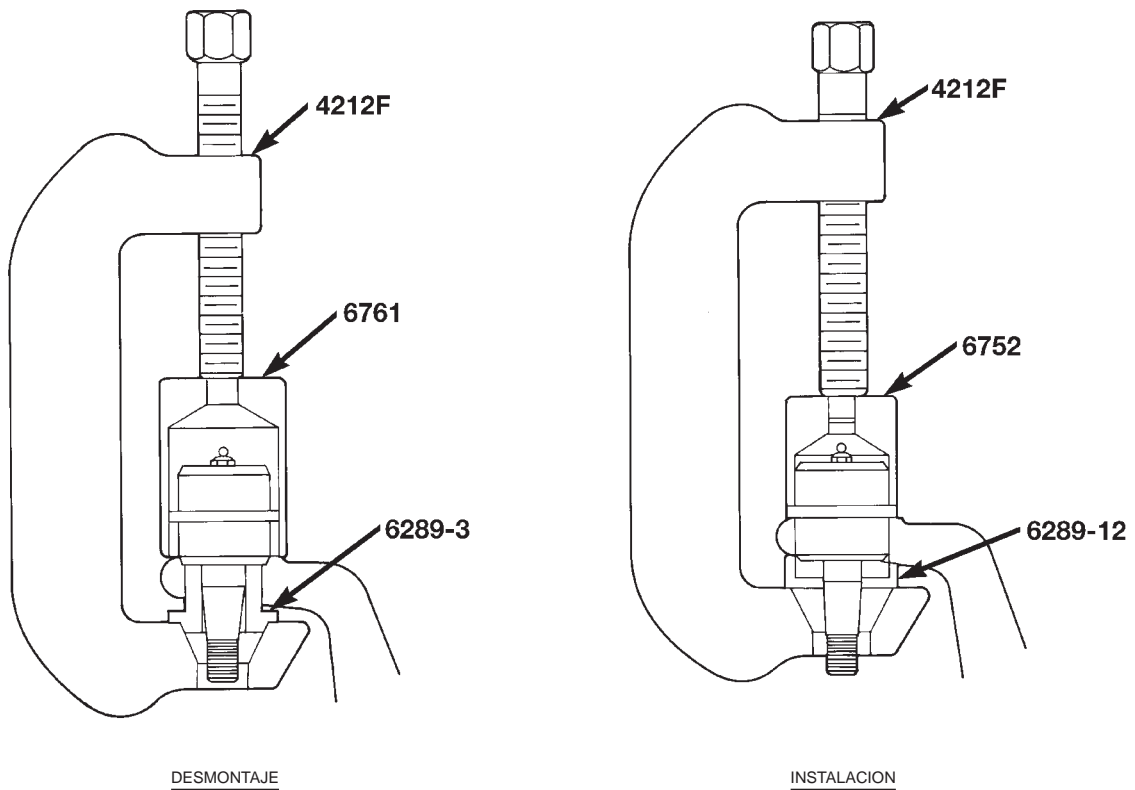

Fig. 7 Desmontaje e instalación de la articulación de rótula superior
- (1) Emplace las herramientas como se muestra para desmontar e instalar la articulación de rótula (Fig. 7).